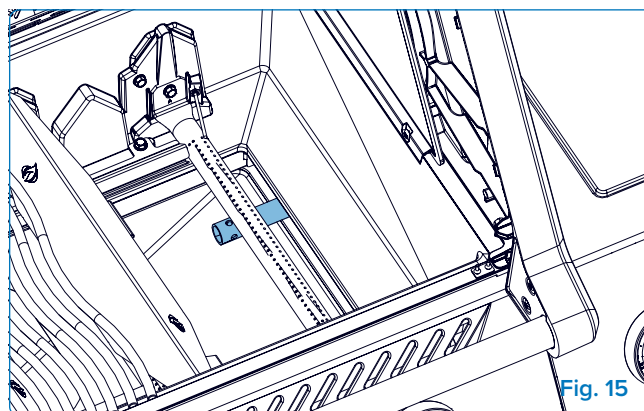

Fig. 15
5. **Il tubo di uscita dell'affumicatore** – può essere svitato per la pulizia—inserire un cacciavite nei fori della punta per una maggiore leva (**Fig. 15&16**).